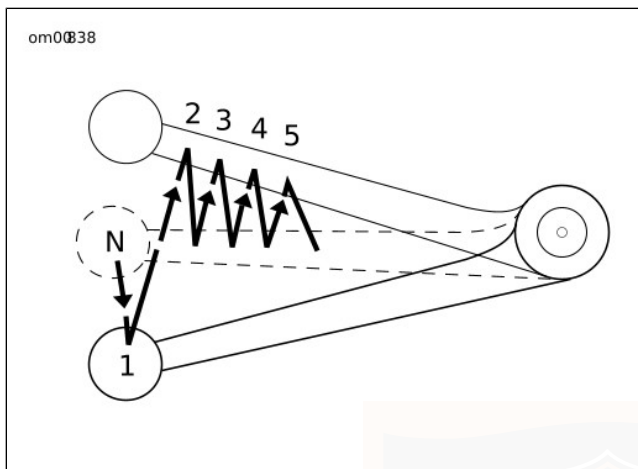

Figure 27. Séquence de passage en vitesse supérieure :
3. Voir Figure 27. Relever à fond le levier de sélection de vitesse et relâcher.